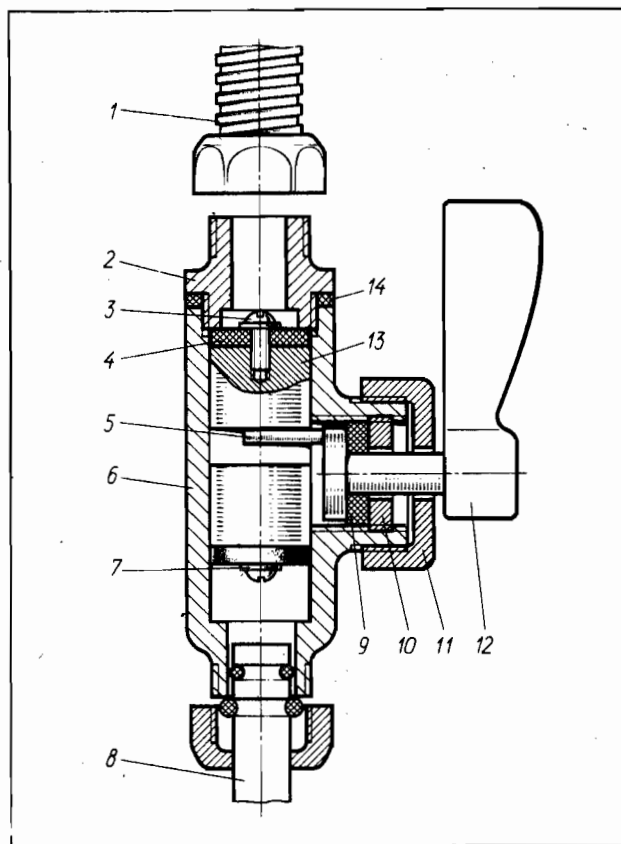

Рис. 25. Переключатель золотникового типа смесителя См-ВУ-ШЛА:
**Способ устранения** Чтобы добраться до прокладок, отверните накидную гайку 14 и снимите гибкий шланг. Выкрутите переходник и рукояткой 8 подайте вверх золотник. Осмотрите прокладку. Можно ее и вынуть, вывернув винт. При надобности вырежьте новую прокладку из листовой резины толщиной 4—5 мм средней твердости или из кожи. Последняя быстрее выходит из строя. Для замены второй (нижней) прокладки золотника потребуется еще разобрать переключатель в следующем порядке (рис. 25): снимая рукоятку 12, накидную гайку 11, круглую гайку 10, сальниковую набивку 9, кривошип 5 и, наконец, вверх извлекают золотник 13. После ремонта сборку производить в обратной последовательности